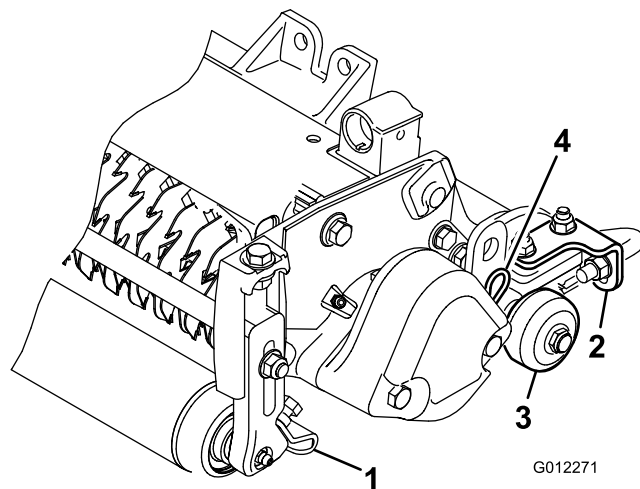

Bild 6
1. Lösen Sie die Bundmutter, mit denen die Rollenabstreifer befestigt sind (Bild 6).
Bevor Sie den Vertikutierer auf den Werkstattboden absenken oder von der Zugmaschine entladen, senken Sie die Transportrollen (Bild 6) ab, damit die Messer nicht mit der befestigten Oberfläche in Berührung kommen.